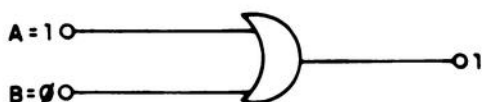

figura 1-3 - Símbolo da função OR.
Na função lógica OR (OU) a saída será 1 se qualquer um dos sinais na entrada tiver nível 1. A saída será 0 somente se todas as entradas estiverem em nível 0 (figura 1-3). A tabela verdade da função OR é vista na figura 1-4. Observe que também podemos representá-la por '+'.